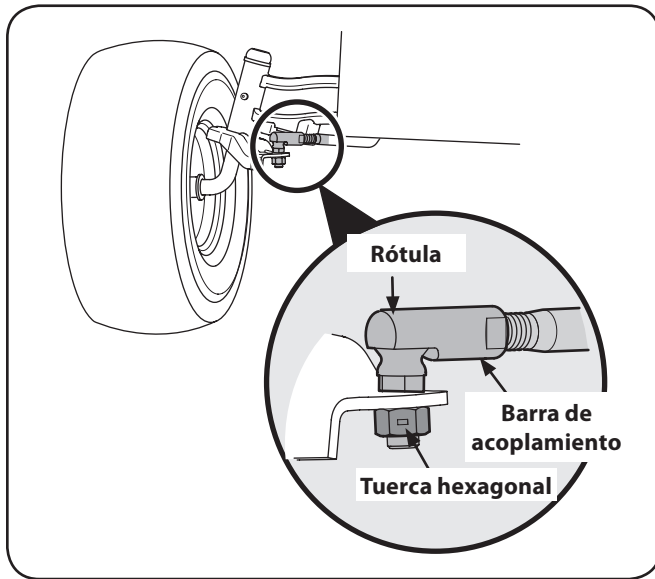

Figure 6-6
1. Extraiga la tuerca hexagonal de la parte superior de la junta de la rótula. Vea la Figure 6-6.